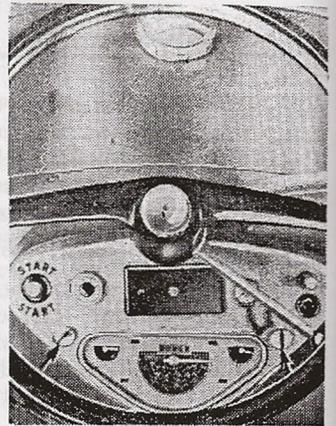

Fig. 89
8. Dévisser les deux vis M 8 (fig. 89) du tableau de bord et retirer celui-ci un peu. A travers de l'espace désencombré ainsi, déconnecter la commande du compteur des heures de marche du moteur, l'indicateur de la pression d'air, expulser de l'indicateur combiné les douilles avec les lampes-témoins et desserrer la vis du manchon